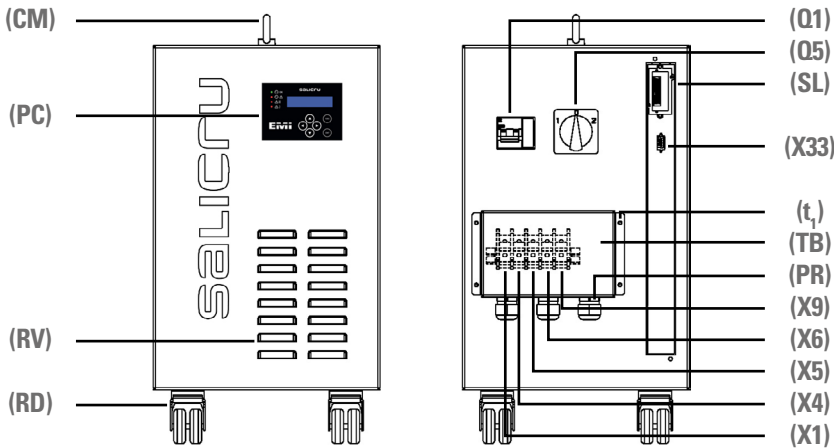

Fig. 1. Vistas equipo monofásico en caja, formato nº 1.
En las tablas 1 a 8 se pueden ver los modelos normalizados con sus características físicas de dimensiones y pesos, así como la correlación con las ilustraciones de las Fig. 1 a 11.
- ⁽⁰⁾ Los modelos identificados en las tablas 1, 3, 5 y 7 con está anotación ⁽⁰⁾ no incluyen de serie el Slot para la SICRES (SL) y el conector RS232 (X33).
- ⁽²⁾ No está contemplado el cáncamo en la altura total del equipo en los modelos correspondientes a las Fig. 1, 2 y 3. La altura del cáncamo es de 45 mm, sumarla a la altura indicada para cada modelo para obtener la altura total.